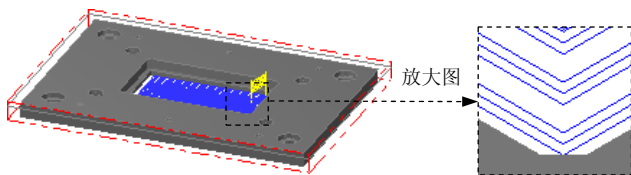

图 2.15 刀具路径
Step7. 单击“2D 刀具路径-2D 挖槽”对话框中的 按钮, 完成挖槽加工参数的设置, 此时系统将自动生成图 2.15 所示的刀具路径。